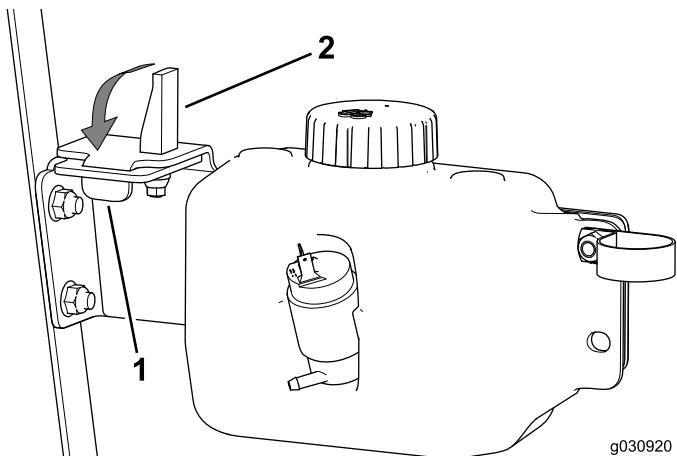

Figura 36
5. Insira a patilha na ranhura e o casquilho do trinco no furo na placa do depósito (Figura 36).
- Coloque a alavanca do trinco para baixo (Figura 36).